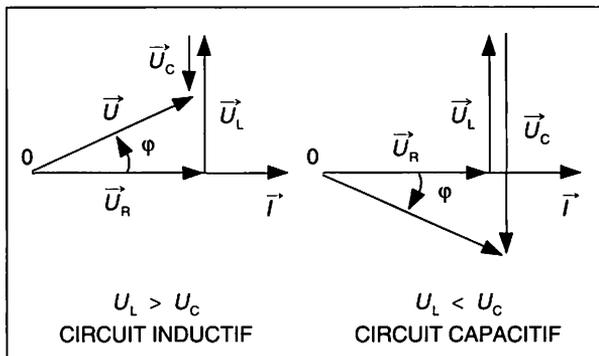

Fig. 6.15 : Circuit inductif et circuit capacitif.
- premier cas :  $U_L > U_C$  soit  $L\omega > \frac{1}{C\omega}$  (fig. 6.15).
- deuxième cas :  $U_L < U_C$  soit  $L\omega < \frac{1}{C\omega}$  (fig. 6.15).